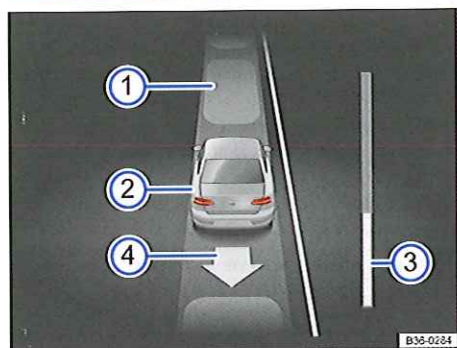

Fig. 177 Sur l'écran du combiné d'instruments : sortie d'une place de stationnement perpendiculairement à la chaussée.
Légende de la fig. 177 :
7.	Reculer jusqu'à ce que le signal sonore permanent du système d'aide au stationnement (Park-Pilot) retentisse, OU : roulez en marche arrière jusqu'à ce que la demande de rouler en marche avant apparaisse sur l'afficheur du combiné d'instruments. La barre de progression → fig. 177 ③ indique la distance à parcourir → page 270.